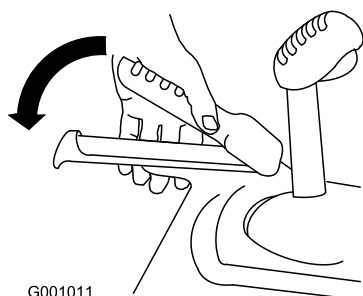

Figure 32
2. Engagez le levier de commande de déplacement et maintenez-le en place (Figure 32).